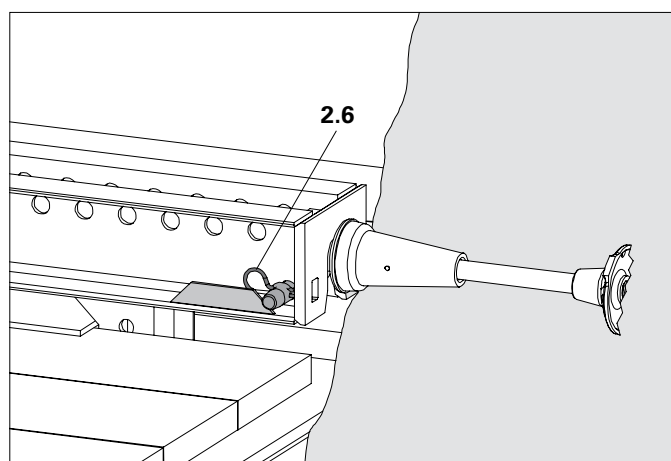

Fig. A5.06a
1. Infilare il perno (2.3) nel foro inferiore della traversa, facendolo passare sotto al rocchetto di sospensione* (16).
2. Assicurare il perno con l'inserto a molla (2.6). (Fig. A5.06a)